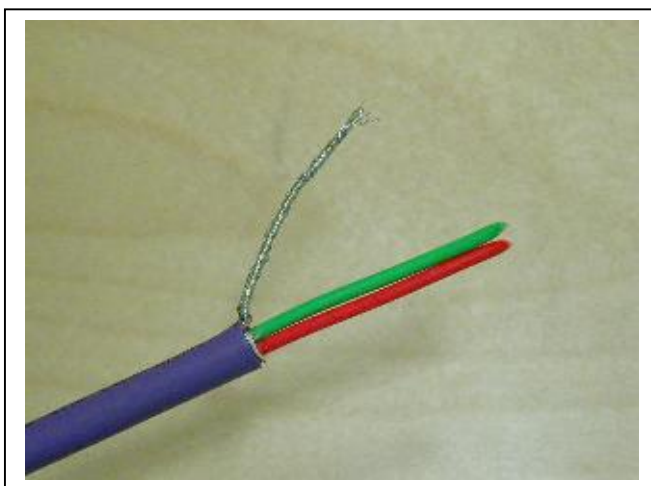

Figura 4-3.
1. Descasque aproximadamente 5 cm do cabo Profibus da mesma forma como mostrado na Figura 4-3 porém **corte a blindagem cinza do cabo**.